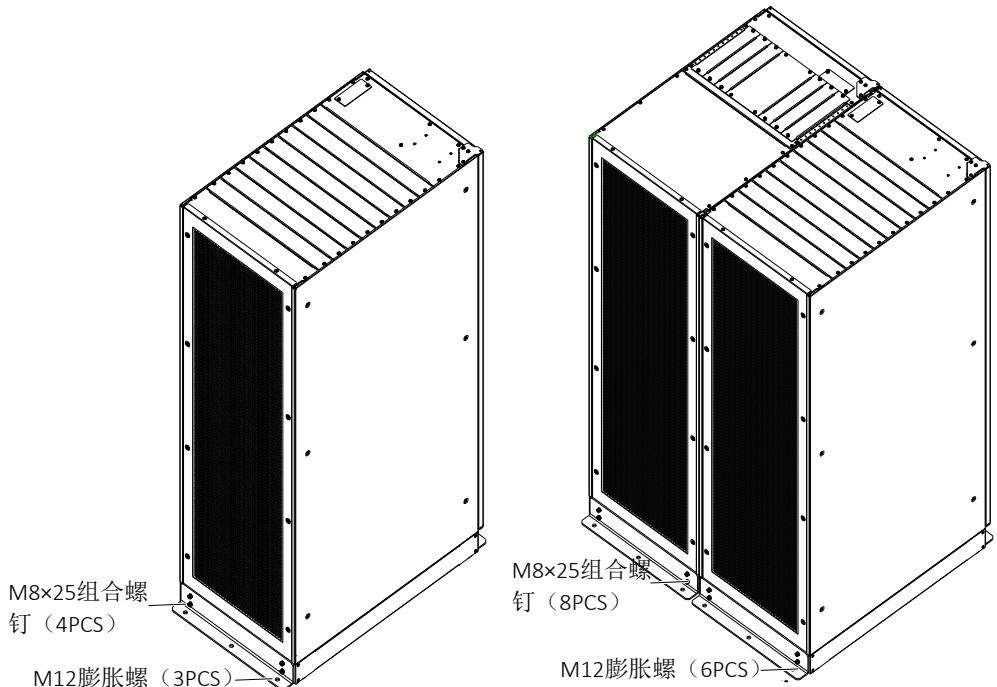

图 8-1 地震选件安装示意图（背面安装）
- 用 M8×25 组合螺钉将地震选件安装在机柜背面底部的相应安装孔中，然后用 M12 膨胀螺栓将地震选件固定在地板上，如图 8-1 所示。